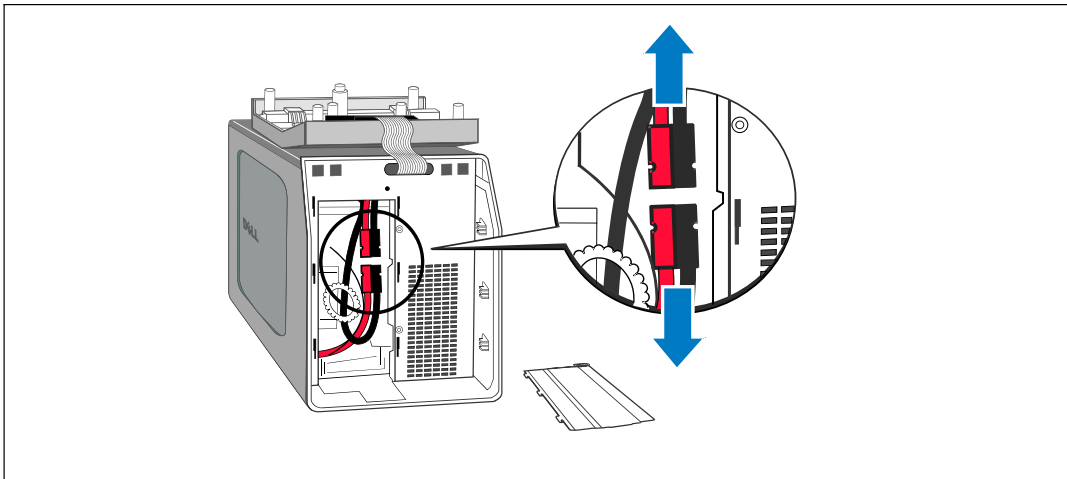

Figure 26. Débranchement du connecteur de la batterie interne
- 4 Débranchez le connecteur interne de la batterie (voir Figure 26).